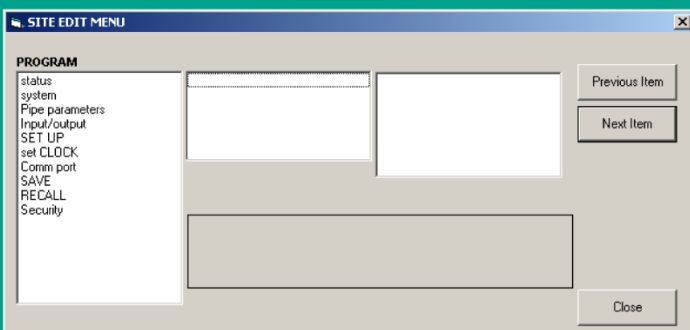

Figura 37: Ventana del menú de edición del sitio
5. Para abrir un menú específico, haga doble clic en ese menú en el árbol. Por ejemplo, si hace doble clic en el menú de edición del sitio, se abre una ventana similar a la figura 37.